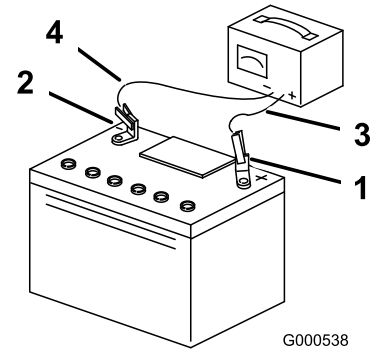

Figura 30
3. Quando la batteria è completamente carica, staccate il caricabatterie dalla presa elettrica e scollegate i cavi di ricarica dai poli della batteria (Figura 30).